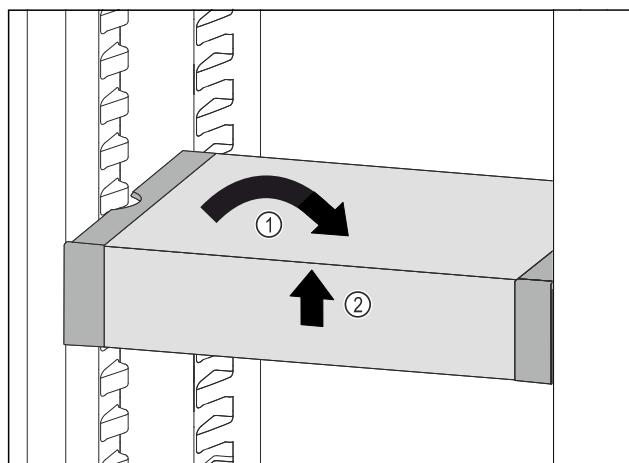

Fig. 105
- VarioSafe postavte rovno. Fig. 105 (1)
- VarioSafe nadvihnite vpred. Fig. 105 (2)